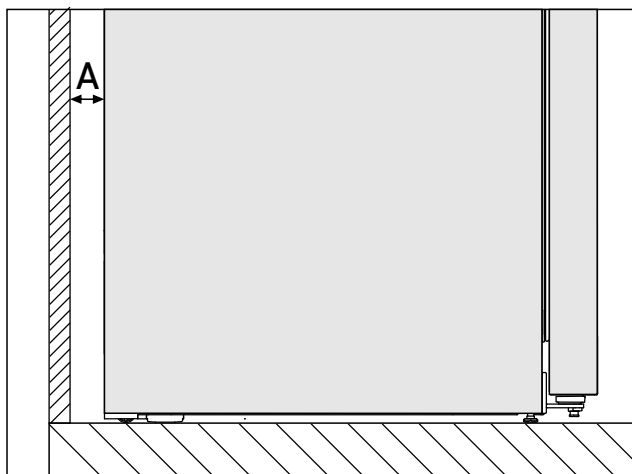

Fig. 3 *
Zużycie energii określono na podstawie odstępu ściany Fig. 3 (A) pomiędzy tylną ścianą urządzenia a ścianą. Jeżeli odstęp ściany jest mniejszy niż Fig. 3 (A), nie ma to wpływu na sprawność urządzenia. W przypadku mniejszego odstępu ściany zużycie energii może się nieco zwiększyć oraz może dochodzić do tworzenia się kondensatu na tylnej ścianie urządzenia.*